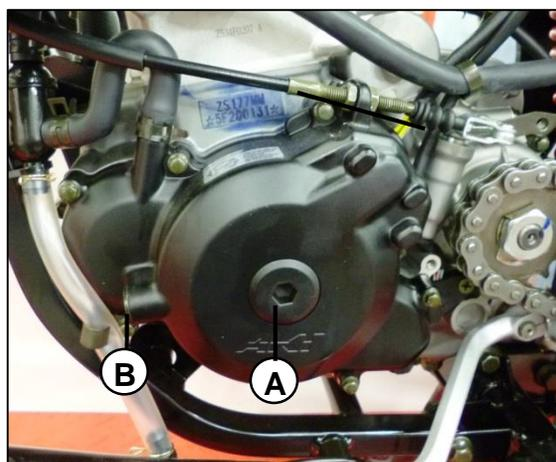

Fig. 02
Remueva el tapón de acceso a tuerca de volante (A), y el tapón de verificación acceso tiempo mecánico (B) que se encuentran en la carcasa tapa volante lado izquierdo del motor. **Fig. 02**